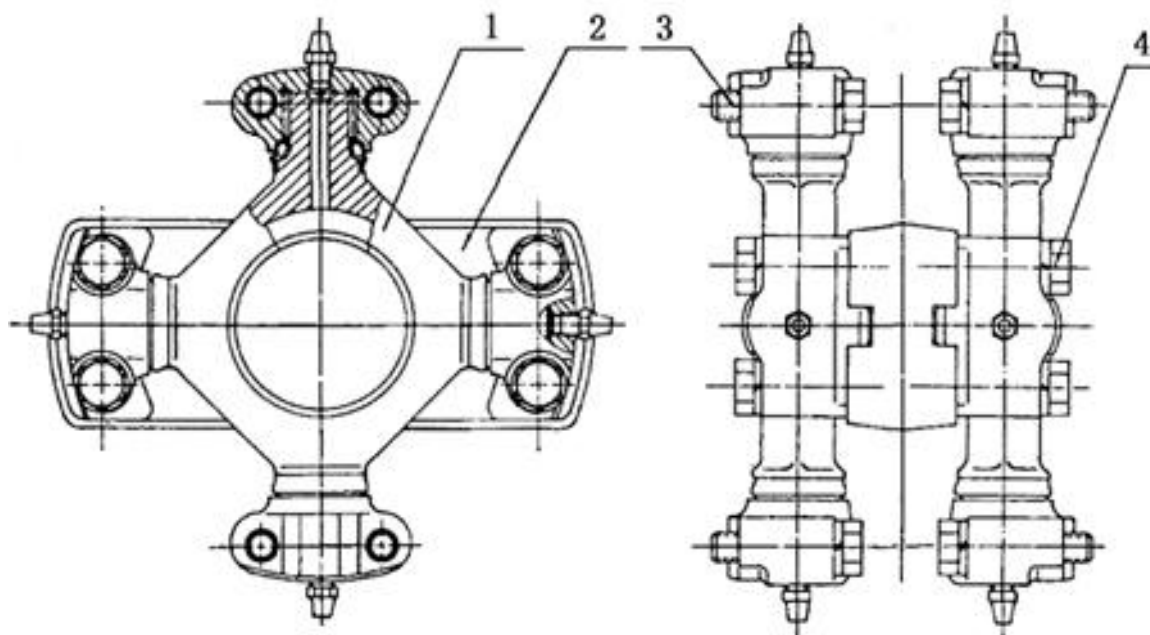

Рис. 5-18
5.3. Карданный вал (см. Рис. 5-18)